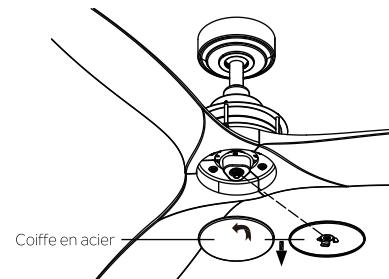

Fig. 21
**Étape 1.** Retirer la coiffe en acier en le tournant dans le sens anti-horaire . (Fig.21)